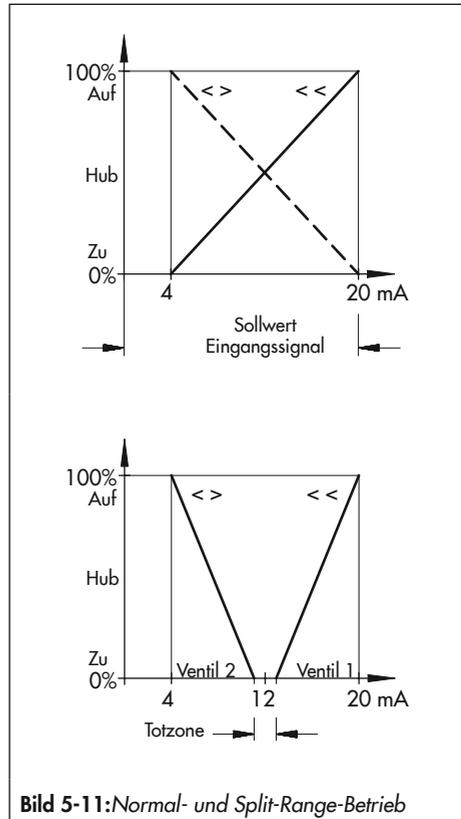

Bild 5-11: Normal- und Split-Range-Betrieb
- Bei einem Sollwert von z. B. 4 bis 20 mA muss auch der Hub seinen gesamten Bereich 0 bis 100 % durchfahren (Bild 5-11 oben).
- Im Split-Range-Betrieb (Bild 5-11 unten) arbeiten die Stellventile mit kleineren Sollwerten. Dazu wird das Reglersignal zur Ansteuerung zweier Stellventile so unterteilt, dass sie bei jeweils halbem Eingangssignal ihren vollen Hub durchlaufen (z. B. erstes Stellventil eingestellt auf 4 bis 12 mA und zweites Stellventil auf 12 bis 20 mA). Um Überschneidungen zu vermeiden ggf. Totzone von $\pm 0,5$ mA nach Bild 5-11 berücksichtigen.